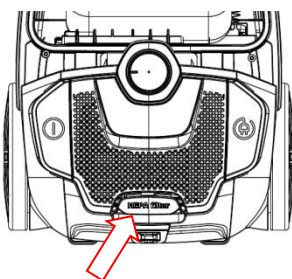

Fig 16
3. Pulire il filtro di uscita: aprire il coperchio dell'uscita ed estrarre il telaio e il filtro HEPA. Lavarlo e installarlo dopo che il filtro si è completamente asciugato (Fig 16/17)